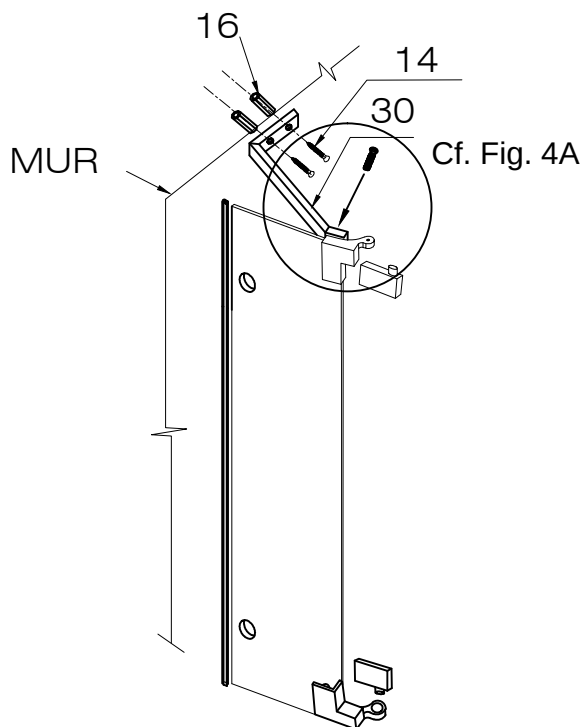

FIG. 4
1. Installez le bras de structure (n° 30) sur la base de la charnière tournante supérieure (n° 1). Notez que le bras de structure a un orifice de vis ajustable de 1/2" de long. Cela offre une plus grande flexibilité et permet une installation correcte [CF FIG. 4 et 4A].